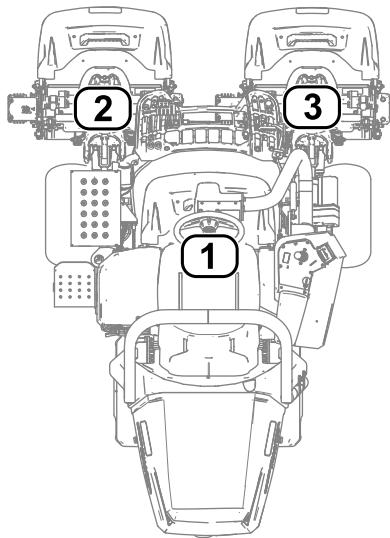

Figure 33
- 1 correspond à l'unité de coupe centrale (Figure 33)
- 2 correspond à l'unité de coupe avant gauche (Figure 33)
- 3 correspond à l'unité de coupe avant droite (Figure 33)